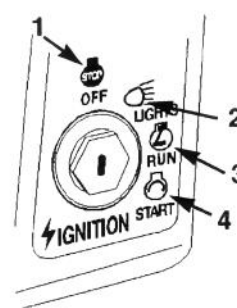

Figure 6
7. Tourner la clé de contact dans le sens horaire et la garder à la position START (DEMARRAGE) (Fig. 6). Relâcher la clé quand le moteur démarre.
2. Tourner la clé de contact sur OFF (ARRET) (Fig. 6).